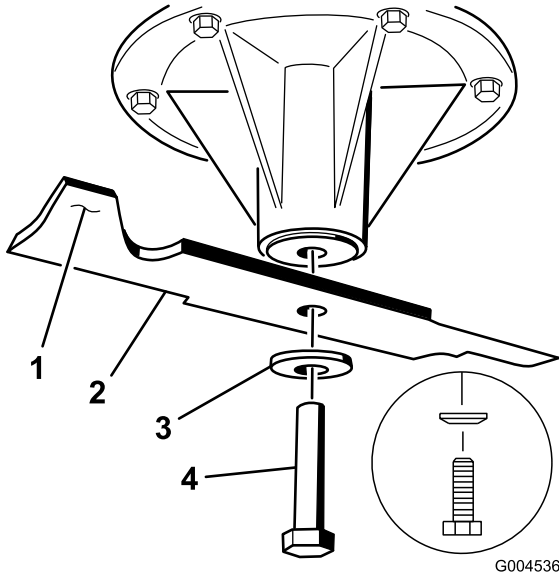

Figure 79
2. Enlevez de l'axe, le boulon, la rondelle bombée et la lame (Figure 79).
déséquilibrée, limez un peu l'extrémité de la partie relevée seulement (Figure 79). Répétez la procédure jusqu'à ce que la lame soit équilibrée.